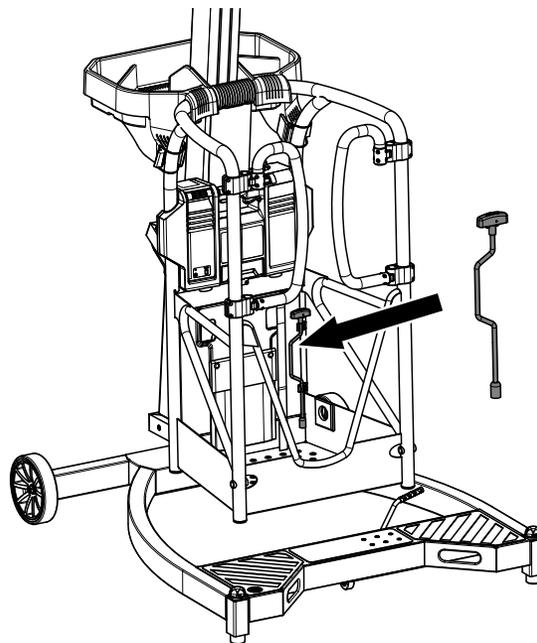

Figura 2-8. Ubicación de la manivela de bajada manual
8. **Manivela de bajada manual** - Asegurarse que está presente y firmemente conectada (Figura 2-8.).